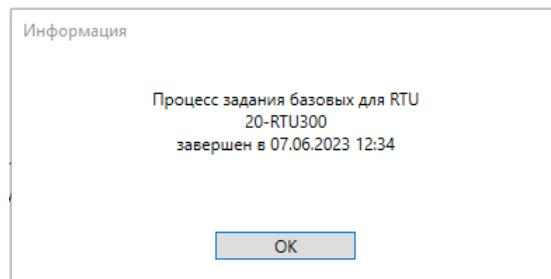

Рисунок 7-20. Завершения процесс задания базовых рефлектоGRAMМ для модуля (RTU)
- По завершении процесса появится окно Рисунок 7-20 и модуль перейдет в режим мониторинга если предварительно была выбрана опция «Запустить мониторинг по завершении»